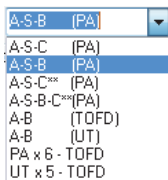

図 4-36 使用できるレイアウトの一覧
2. 使用できるレイアウトの一覧から、最も適切なものを選択します（138 ページの図 4-36）。